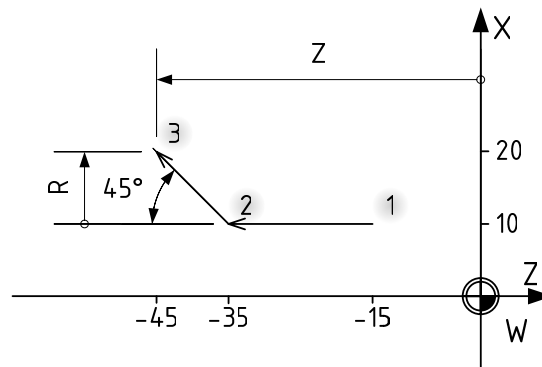
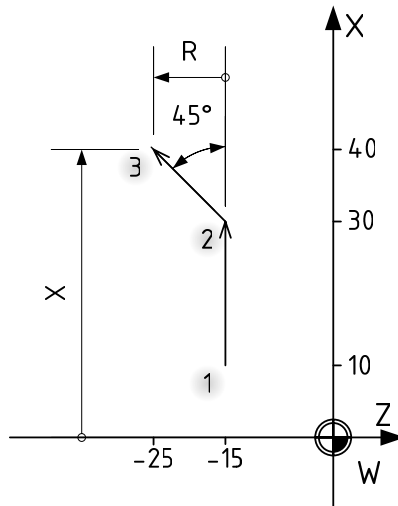

Рисунок 8
Рисунок 9
Функция выполняет два линейных перемещения (Рисунок 8, Рисунок 9). Первое – из исходной точки (1) в точку начала фаски (2). Второе – фаска под углом 45° в конечную точку (3). Для программирования необходимо указать одну из координат конечной точки и размер фаски. Вторая координата конечной точки рассчитывается автоматически как сумма координаты исходной точки и значения радиуса.